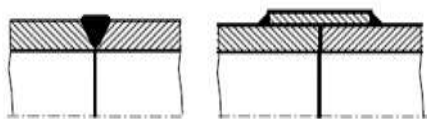

Fig. 4 - Sudarea cap la cap a țevelor
- **sudarea cap la cap a țevelor din oțel (fig.4)**. Se evită sudura atunci când produsul transportat corodează materialul de aport al sudurii, când se cere o demontare frecventa